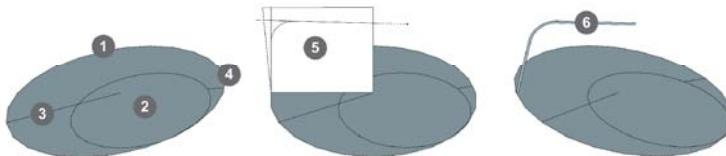

图 2.4.7 路径跟随准备
- (1) 在地面上画一个大圆, 如图 2.4.7 ①所示, 半径为  $35676/2$ , 这个圆形的一部分将作为放样路径。
- (2) 根据尺寸画一个小圆, 如图 2.4.7 ②所示, 半径为  $22396/2$ , 将用它来切割出内圆的形状。
- (3) 根据造型在大圆与小圆间画两条短直线, 以确定放样的起止位置, 如图 2.4.7 ③④所示。
- (4) 建立一个临时的立面, 在该立面上作图, 画出放样的截面, 如图 2.4.7 ⑤所示。
- (5) 偏移 400mm, 删除废线面后形成放样截面, 如图 2.4.7 ⑥所示。